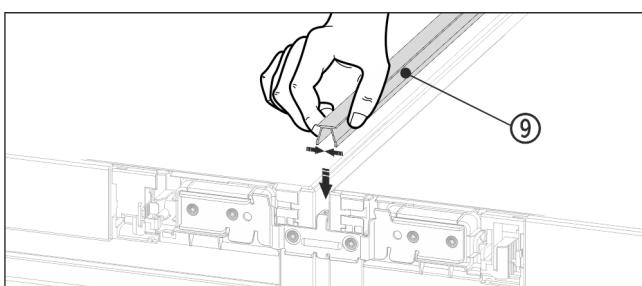

Fig. 19
- ▶ 在表面，将短护板条 Fig. 19 (9)压入水平缝隙中。